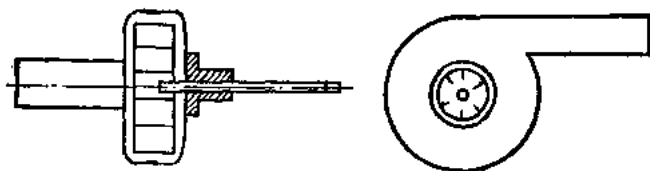

图 8
3. 装配 把叶轮的“轴”插入“轴承”,并把机壳盖好。注意,出水孔一定要对齐。然后,把盖合处焊牢。再把进水管焊接在进水孔,出水管焊接在出水孔上(图8)。这样小水泵就制作完成了。